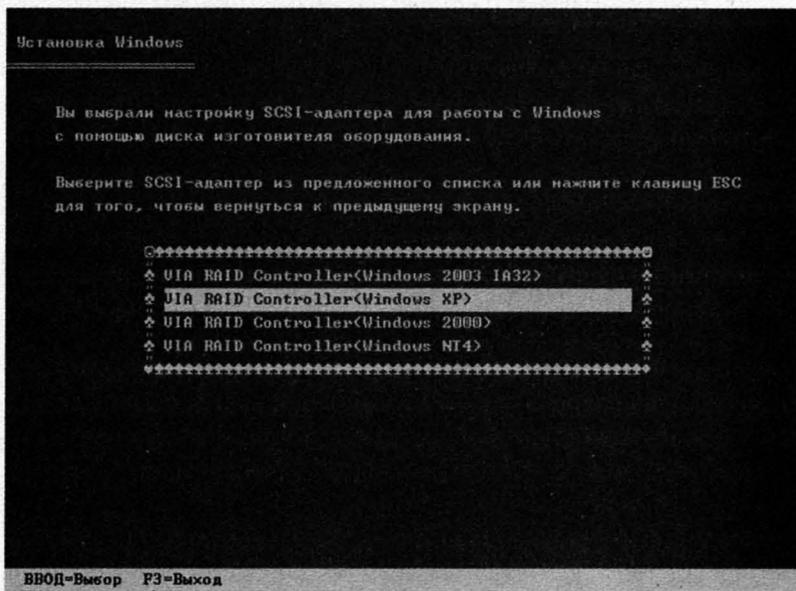

Рис. 5.6. Выбор драйвера для устройств SCSI, Serial ATA или RAID
4. Из появившегося списка выберите нужный драйвер для вашей операционной системы и нажмите клавишу **Enter** (рис. 5.6).